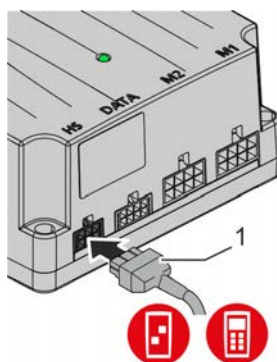

Abbildung 21 - Handschalter anschließen (Beispiel RK MultiControl II duo)
1. Kabel des entsprechenden Handschalters (Abbildung 21, Positionsnummer 1) in die Handschalterschnittstelle HS stecken.